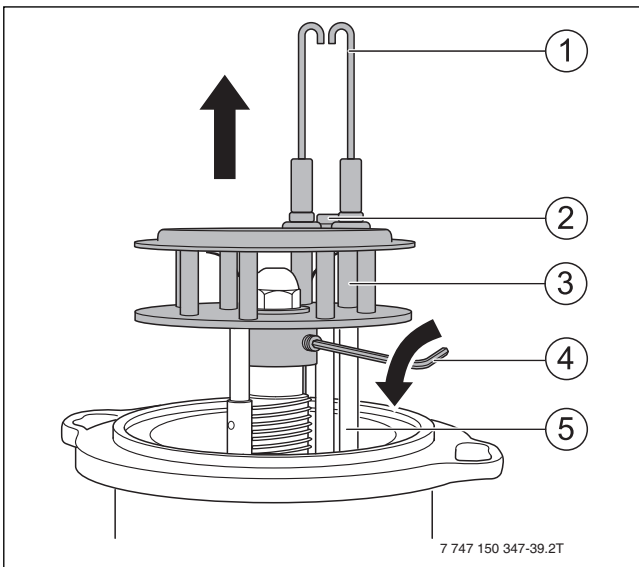

Fig. 34 Desmontar el sistema de mezcla
- ▶ Suelte el tornillo (fig. 34, [2], página 25) situado entre los electrodos de encendido.
- ▶ Desmonte el electrodo de encendido (fig. 34, [1], pág. 25).
- ▶ Asegure el sistema de mezcla con tornillo de sujeción (→ fig. 34, [4], pág., 25).